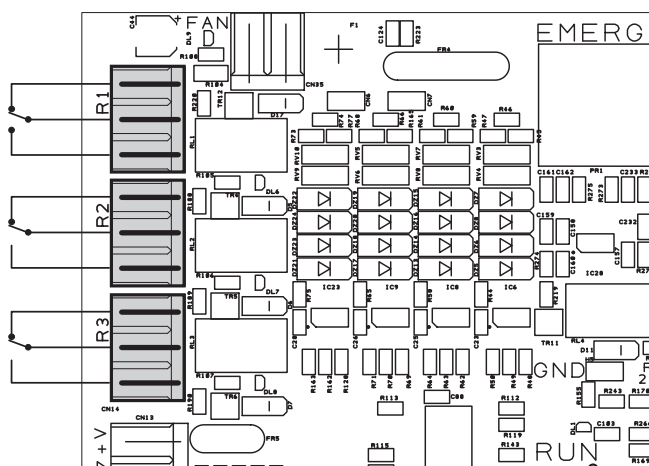

Fig. 1
I morsetti **AUX** (13) sono disponibili per la connessione di sorgenti ausiliarie (ad es. un centralino telefonico od una base per annunci con contatto di precedenza). Nel primo caso, a cui fa riferimento la fig. 1, è necessario inserire un jumper sul connettore CN9 in posizione "P-"; nel secondo caso, invece, utilizzando una postazione preamplificata, il collegamento tra la presa della base e i morsetti **AUX** dovrà essere effettuato secondo quanto riportato nella tabella ed il jumper dovrà essere posizionato su "P+".
Ai morsetti **R1**, **R2** e **R3** (10) sono disponibili 3 uscite a relè per segnalazione verso periferiche esterne (fig. 1).